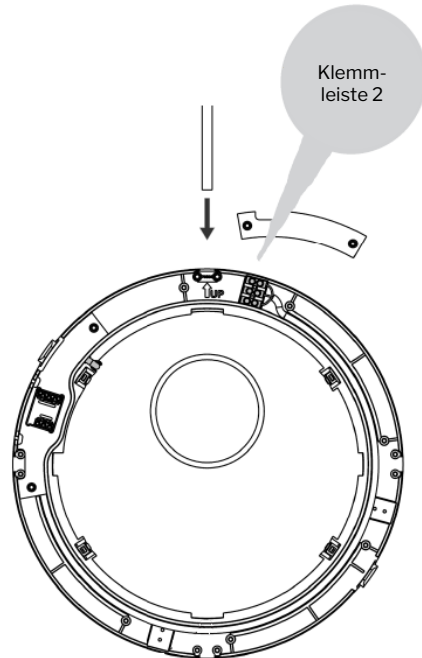
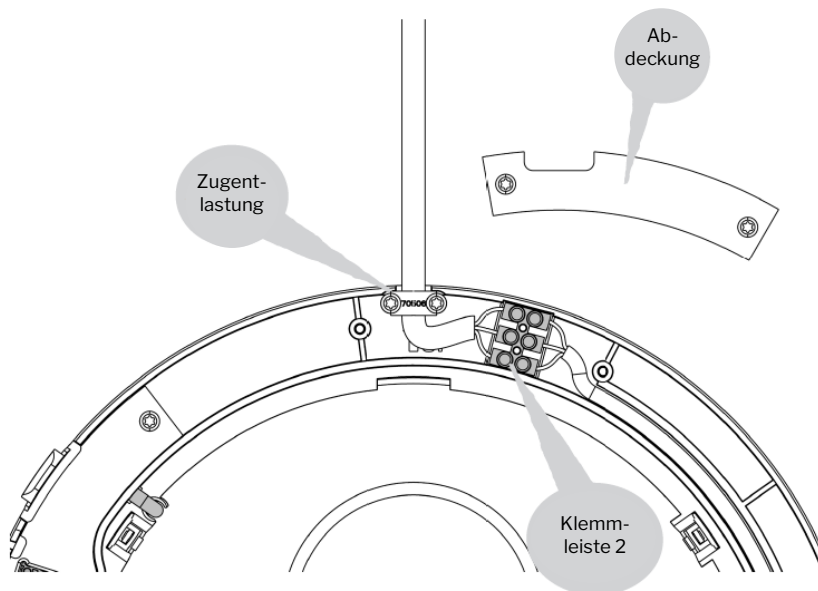

Abbildung 30 - Klemmleiste 2
Abbildung 31 - 230V Kabelmontage in Klemmleiste 2
1. Die Abdeckung über der Klemmleiste 2 demontieren, siehe Abbildung 30 und Abbildung 31 unten.
2. Das Kabel in Klemmleiste 2 anschließen, wobei der Farbcode dem des internen Kabels entspricht, siehe Abbildung 31.
1. Die Abdeckung über der Klemmleiste 2 demontieren, siehe Abbildung 30 und Abbildung 31.